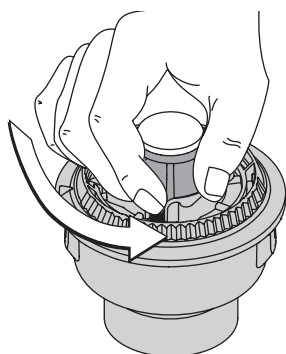

Fig. 20
1. Sostenga la bobina exterior y desenrosque la perilla percusiva en sentido antihorario (Fig. 20).